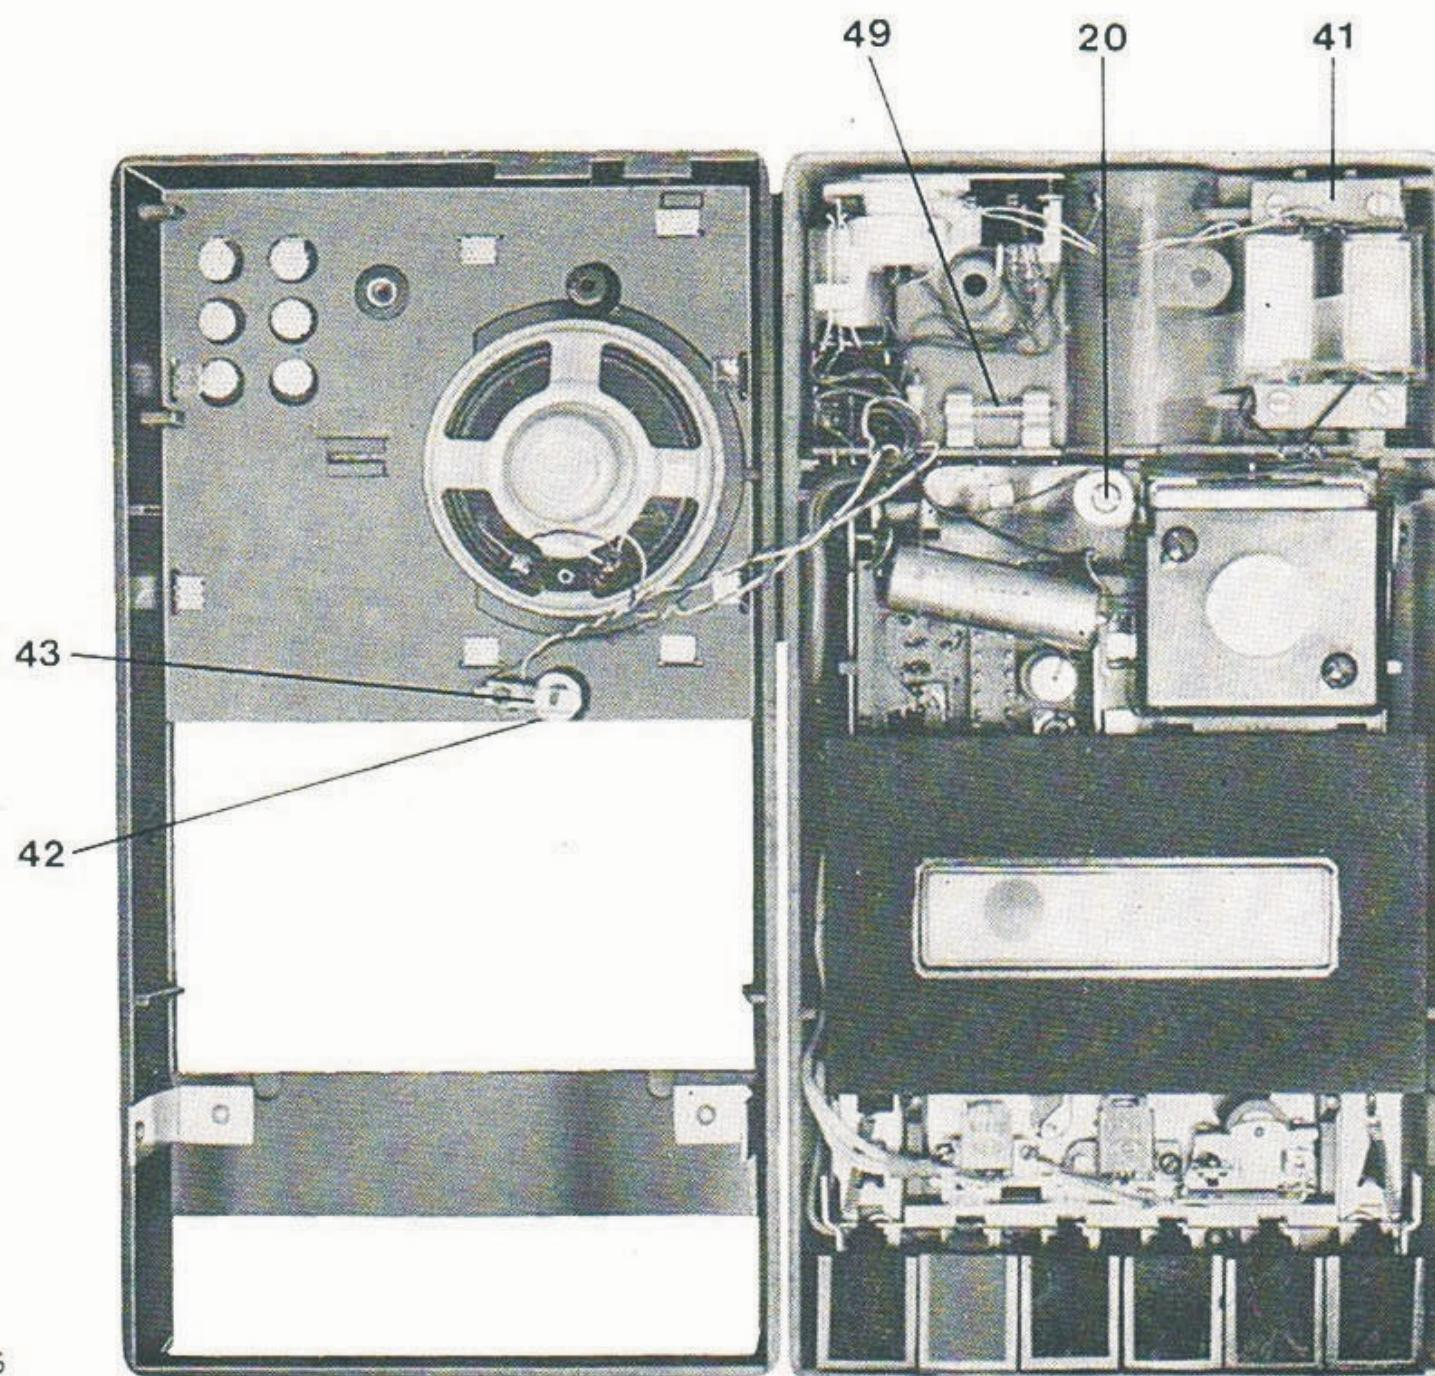

Abb. 6
Zum Öffnen des Gerätes sind zunächst die Batterien herauszunehmen und die beiden in der Batteriekammer sichtbaren Schlitzschrauben (18) zu entfernen. Anschließend ist das Gerät in Normallage zu bringen, und es können die beiden seitlichen Befestigungsschrauben (19) herausgeschraubt werden. Nachdem nunmehr der Kassettenauswurf betätigt und ggf. die Kassette entfernt wird, kann bei geöffnetem Kassettendeckel die obere Gehäuseschale in nach hinten geneigter Stellung vorsichtig abgehoben und, soweit es die Verbindungsleitungen zum Lautsprecher und der Kontrolllampe gestatten, neben das Gerät gelegt werden. Abb. 6 zeigt das geöffnete Gerät.
Der Netztrafo (41) kann nach Ablöten der Litzen und Lösen des Klebebandes herausgenommen und gegen einen anderen ausgetauscht werden (s. Abb. 6).
Die Zwerglampe kann nach Abschwenken der länglichen Kontaktfeder (43) aus der Halterung (42) herausgenommen werden. Beim Einsetzen einer neuen Kontrolllampe ist darauf zu achten, daß die Lötstelle durch die Aussparung des anderen Kontaktes geführt wird (Abb. 6).
Die Sicherung (49) wird in bekannter Weise im Bedarfsfall ausgetauscht (Abb. 6).